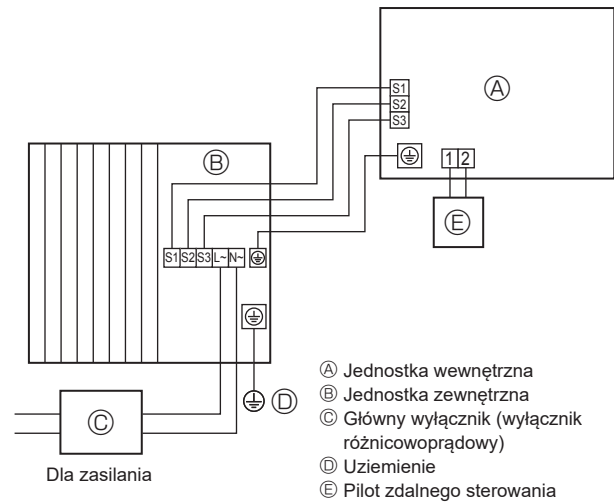
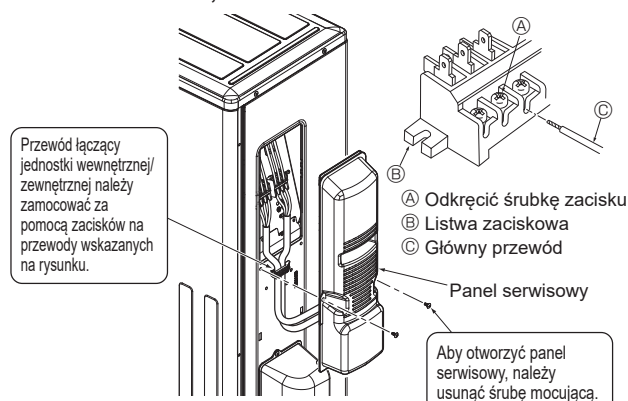

Fig. 6-1
Fig. 6-3
6.1. Jednostka zewnętrzna (Fig. 6-1, Fig. 6-2, Fig. 6-3)
- ① Usunąć panel serwisowy.
- ② Podłączyć przewody zgodnie z Fig. 6-1, Fig. 6-2 i Fig. 6-3.